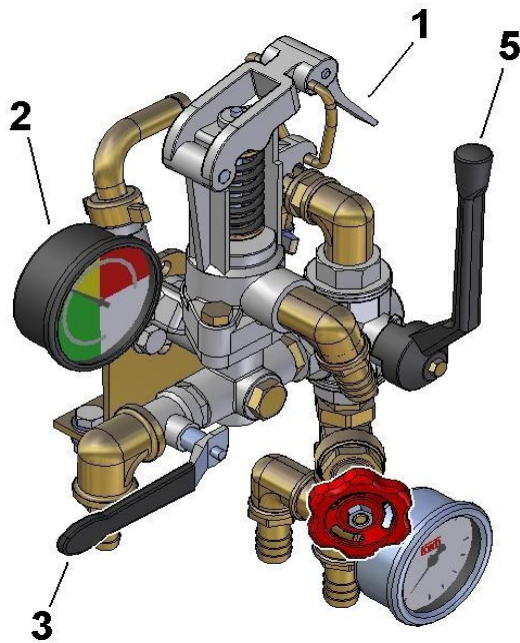

Abb. 4
- 2 - Das 3-Wege-Ventil (**Abb. 4 - Pos. 5**) wie in dem Schema gezeigt positionieren.
- 3 - Den Druckregler (**Abb. 4 - Pos. 1**) je nach dem gewünschten Betriebsdruck auf die Kerbe 1,2,3 oder 4 stellen.
Der Betriebsdruck des Spritzrohres wird auf dem Manometer (**Abb. 4 - Pos. 2**) angezeigt.
- 4 - Das Regelventil des Rührvorgangs schließen (**Abb. 4 - Pos. 3**)